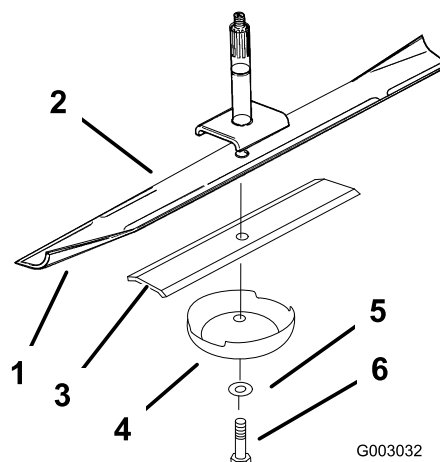
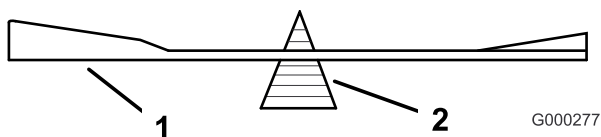

Figura 48
Figura 50
- Retire del eje el perno de la cuchilla, la arandela, el refuerzo de la cuchilla y la cuchilla (Figura 48).
2. Verifique el equilibrio de la cuchilla colocándola sobre un equilibrador de cuchillas (Figura 50). Si la cuchilla se mantiene horizontal, está equilibrada y puede utilizarse. Si la cuchilla no está equilibrada, rebaje algo el metal en la parte de la vela solamente (Figura 48). Repita este procedimiento hasta que la cuchilla esté equilibrada.
1. Instale la cuchilla en el eje (Figura 48).
Importante: La vela de la cuchilla debe apuntar hacia arriba y hacia el interior del cortacésped para asegurar un corte correcto (Figura 48).
2. Instale el refuerzo de la cuchilla, la arandela curva y el perno de la cuchilla (Figura 48).